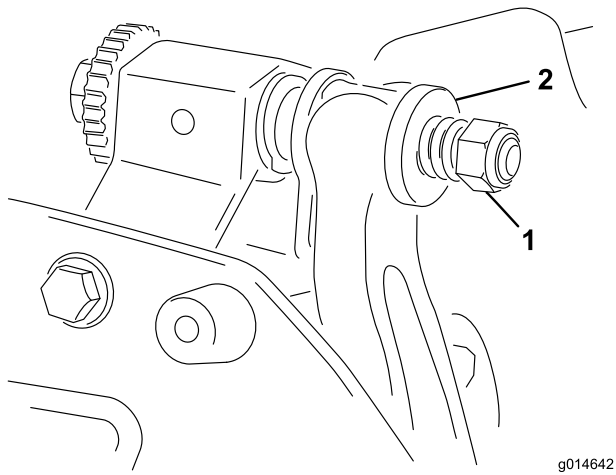

図 16
4. スプリングがつぶれるまでテンション・ナットを締め、そこから半回転戻す (図 16)。